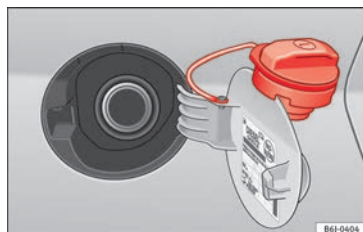

Fig. 51 Trappe à carburant avec bouchon fermé.
- Accrochez le bouchon sur le bord supérieur du volet du réservoir » **fig. 51**.